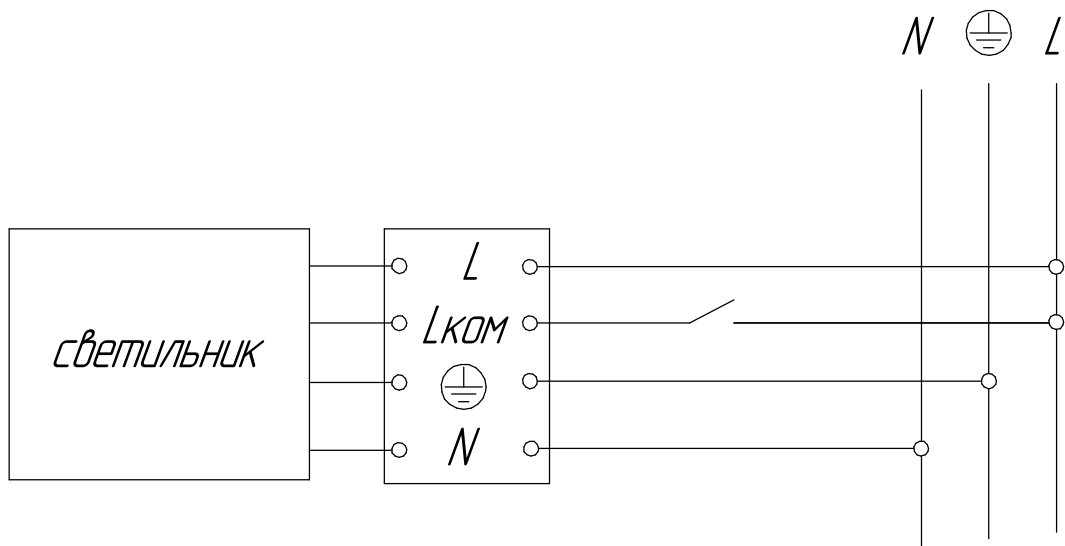

Рисунок 5 - Схема подключения светильника к сети
5.4.5 Подключите сетевые провода согласно схеме (рис. 5).
5.5 Подключение светильника производить согласно схеме (см. рис. 5) Подключите фазовый провод некоммутированной сети освещения (т.е. между фидером и светильником не должно быть никаких выключателей, кроме автоматов защиты) к клемме La, а фазовый провод коммутированной сети к клемме L.